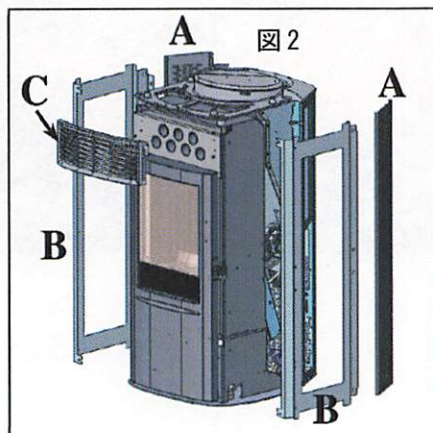

図 3
- ・ 付属の 90° (図 3-L) エルボーを取り付けて下さい。
- ・ 上部排気用プレート(図 3-Q)を外して下さい。
- ・ 排気管リング(図 3-U)を取り付けて下さい。